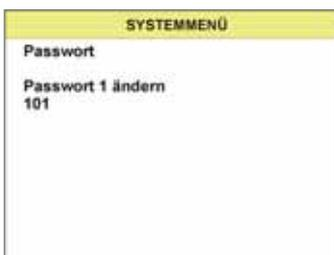

Abb. 14
**Passwort 1 ändern** (Abb.14):